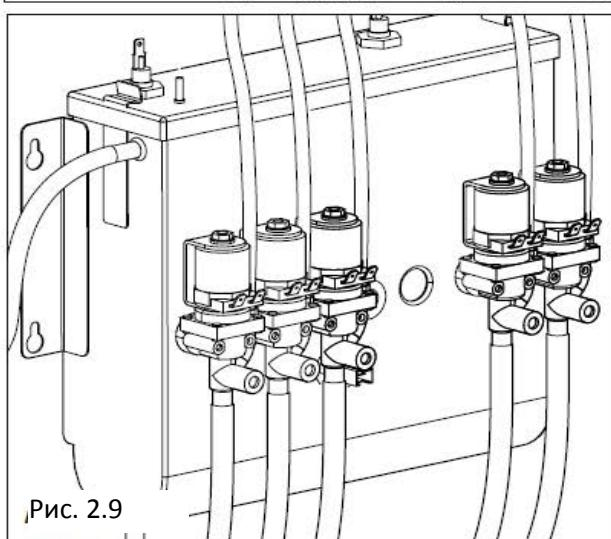
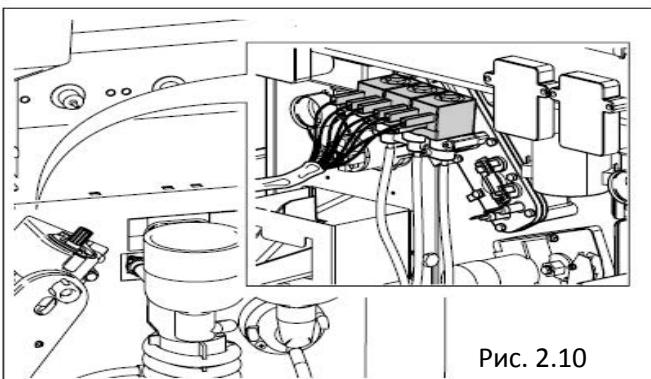

Рис. 2.9
Рис. 2.10
- Электролапан, зафиксированный на бойлере для растворимых продуктов (Рис.2.9) или на кофейном бойлере (Рис.2.10) активируется, чтобы ввести запрограммированное количество воды в смеситель.